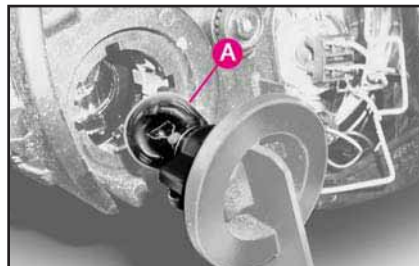

fig. 16
2) Sfilare la lampada **A**-fig. 16, spingendola leggermente e girandola in senso antiorario.